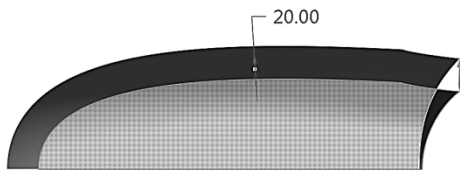

图 7-38 垂直于曲面偏移
打开模型 7-9.prt，选择其中的曲面，单击【模型】→【编辑】模块中的按钮，再单击按钮，在的偏移距离输入框内输入需要偏移的距离 20。单击弹出参考界面，如图 7-37 所示，单击按钮，完成曲面的偏移，偏移后的曲面如图 7-38 所示。在面板中可以设置曲面偏移选项，偏移方式有垂直于曲面偏移、自动拟合偏移、控制拟合偏移。
① 垂直于曲面偏移：系统默认方式，沿着垂直于参考曲面的方向创建偏移特征，如图 7-38 所示。